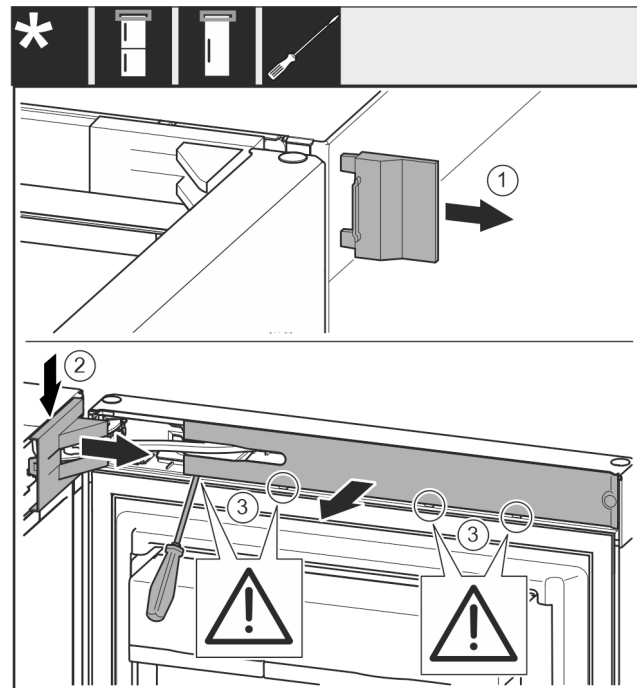

Fig. 9
- 取下盖板 Fig. 9 (1)。
- 拆卸并松开托架盖 Fig. 9 (2)。
- 取下托架盖 Fig. 9 (2)。
- 使用带槽螺丝刀松开隔板 Fig. 9 (3)并把它转到一边。